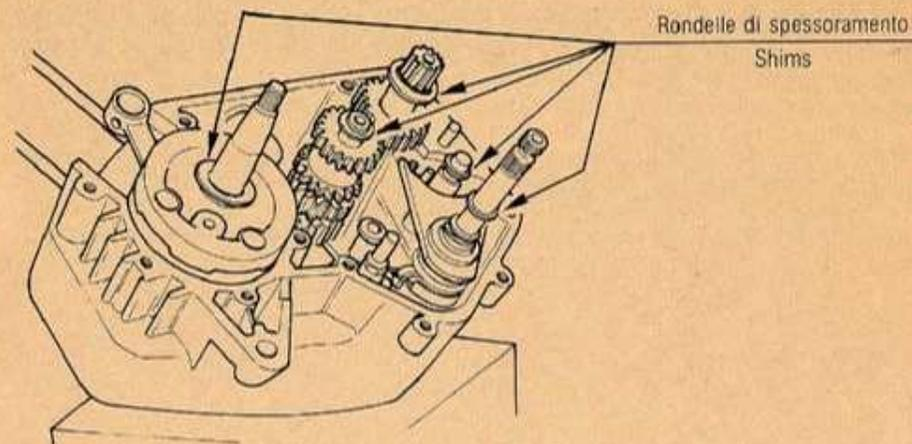

FIG. 25 Interno motore
- 22) **ANNOTARSI** lo spessore e la posizione di montaggio di tutte le rondelle di rasamento che si trovano infilate nei rispettivi alberi (fig. 25).